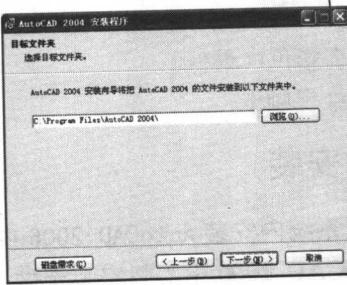

图 1.7 选择安装目录
**步骤 7** 选择安装的目标文件夹，如图 1.7 所示，点击【下一步】按钮。